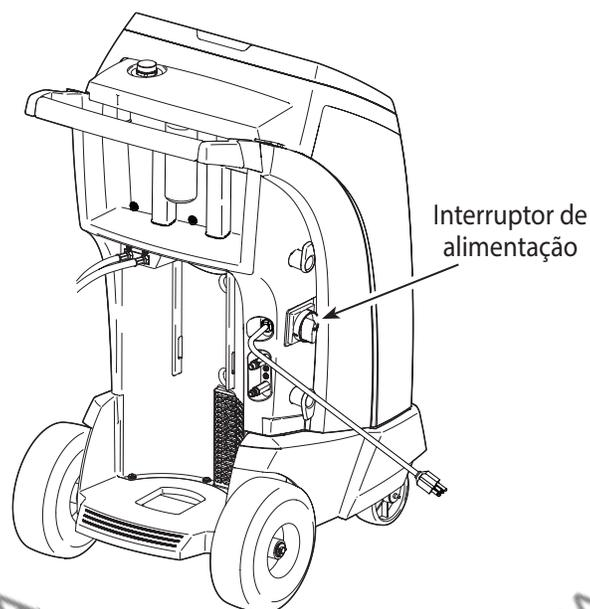

Figura 1
4. Rode a alavanca de Trancar / Impedir acesso no sentido dos ponteiros do relógio (CW) para o ligar. Ver Figura 1.